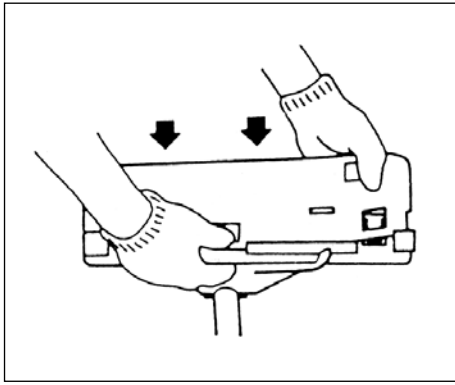

Fig. 1-9
Når du bruger et trimmerhoved (2) med en klingeafskærmning af todelstypen, skal du fastgøre afskærmningsforlængerens til klingeafskærmningen (fig. 1-9).